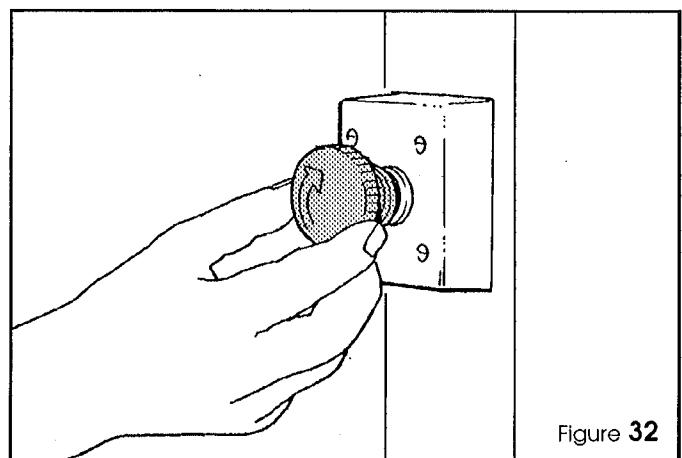

Figure 32
- relâcher le bouton d'arrêt d'urgence verrouillable, en le tournant dans le sens des aiguilles d'une montre (Figure 32).
- zet de vergrendelbare noodstopknop vrij door hem in de richting van de wijzers van de klok te draaien (Figure 32).